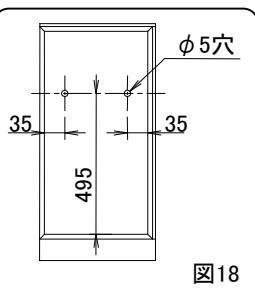

図18
- ①下台キャビネット後板に下穴(Φ5穴)を加工してください。(図18)